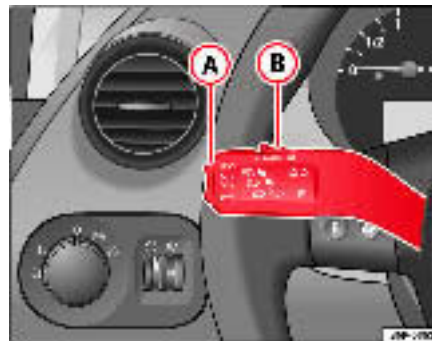

Fig. 146 Levier des clignotants et de l'inverse-codes : commande et touche basculante pour régulateur de vitesse
- Lorsque la vitesse à mémoriser est atteinte, appuyez brièvement sur la partie inférieure **SET/-** de la commande à bascule ⇒ fig. 146 **A** à une seule reprise.